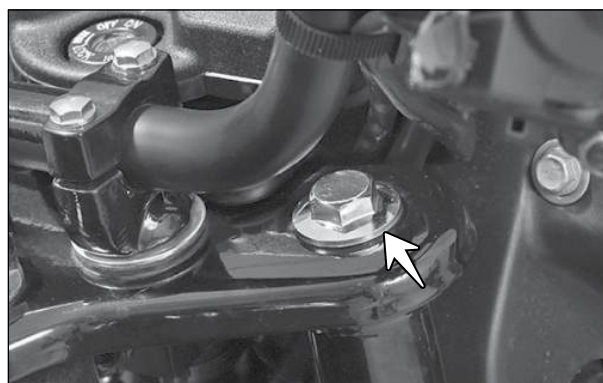

Fig. 6.23
- Remova o parafuso (seta) de fixação superior do conjunto do garfo do lado direito. (Fig. 6.23)